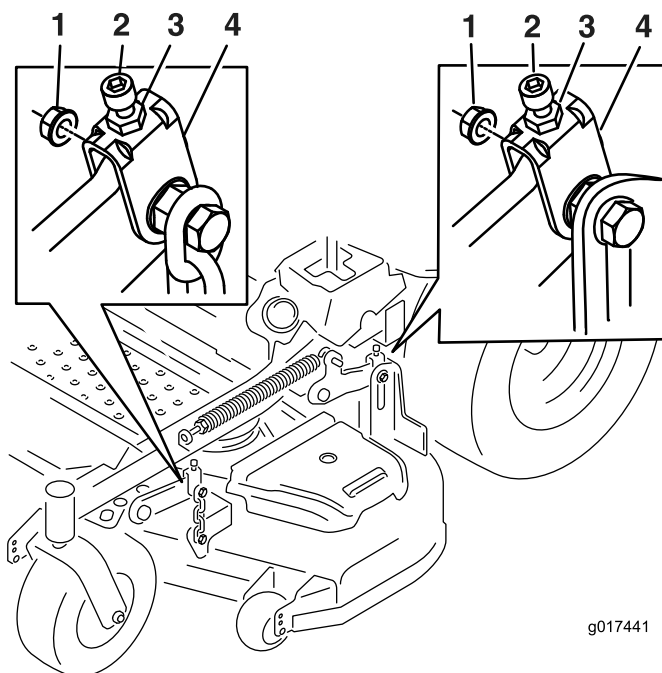

Figura 71
10. Si es necesario, afloje la tuerca "whizlock" del lateral de la horquilla y la contratuerca de la parte superior. Gire el tornillo de ajuste hasta obtener una altura de 7,6 cm (ver Figura 71).
16. Gire el tornillo de ajuste hasta obtener una altura de 8,3 cm (Figura 71).